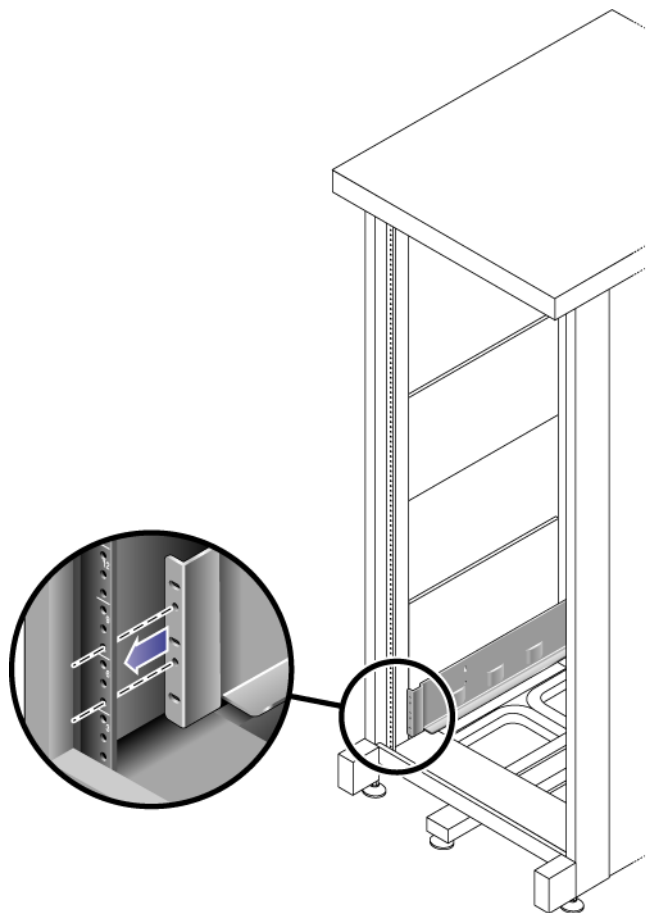

図 2-15 左型正面キャビネットレールの後ろへの左側レールの設置
- a. 正面キャビネットレールのすぐ内側にレール前部を取り付けます (図 2-15)。